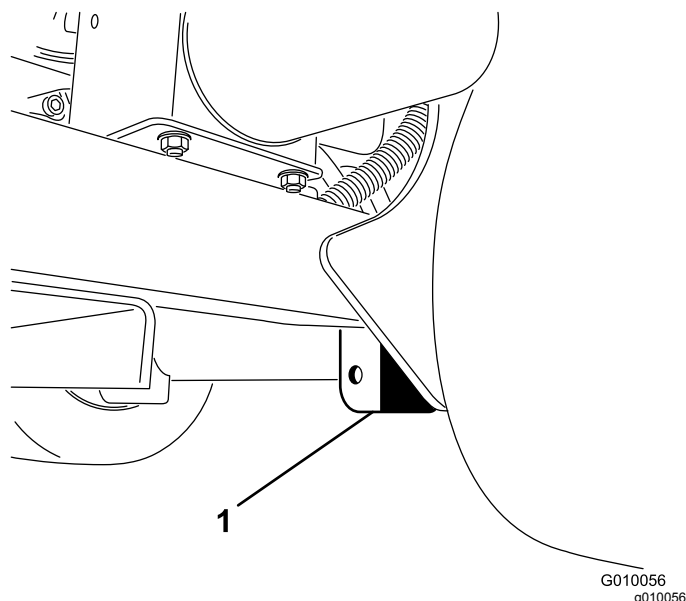

Figura 39
3. Collocate il cavalletto metallico con sicurezza sotto la piastra del telaio, appena oltre la ruota posteriore (Figura 39).